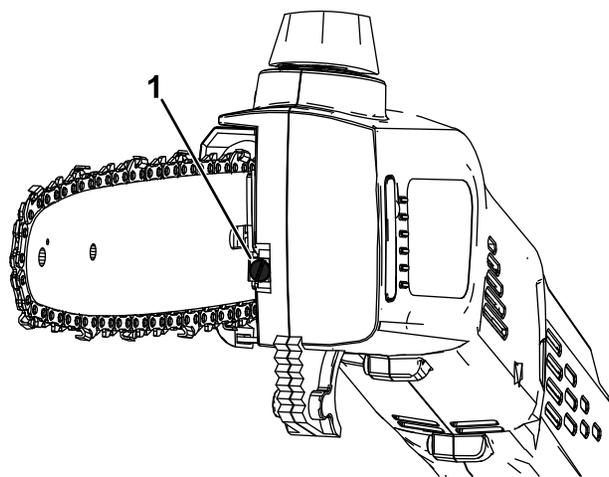

**Figura 17**
4. Gire el pomo de la cubierta de la espada en sentido antihorario para aflojar la cubierta, pero no la retire (Figura 17).
5. Ajuste la tensión de la cadena con el tornillo tensor de la cadena (Figura 18) y, a continuación, fije la cubierta lateral a la podadora de altura girando el pomo de la cubierta de la espada en sentido horario antes de comprobar la tensión (Figura 17).